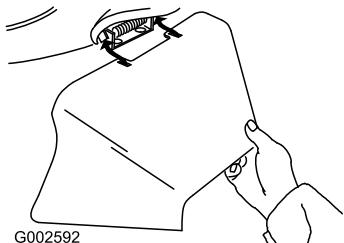

Figure 25
- Instale el conducto de descarga lateral y cierre la puerta sobre el conducto (Figure 25).